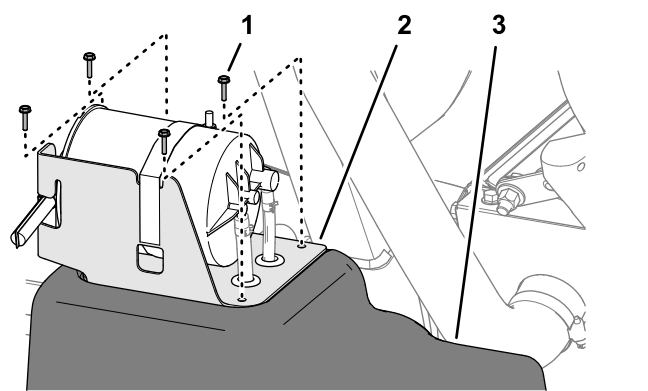

Figure 92
5. Alignez les trous dans le support du filtre à charbon actif et les trous dans le réservoir de carburant (Figure 92).
6. Fixez le support sur le réservoir (Figure 92) à l'aide des 4 vis (n° 10 x 3/4").